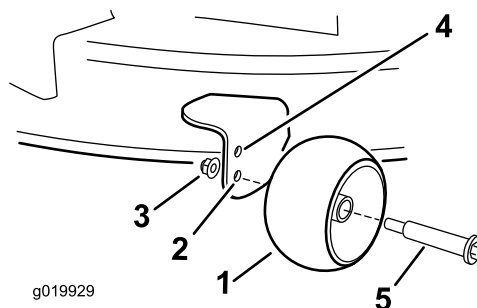

Figura 21
- Furo superior—utilize esta posição com a plataforma do cortador na posição de 63 mm e posições de altura de corte inferiores (Figura 21).
- Furo inferior—utilize esta posição com a plataforma de corte nas posições de altura de corte de 76 mm (3 pol.) e superiores (Figura 21).